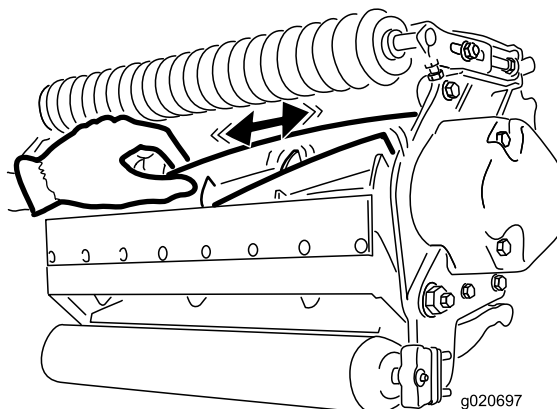

図 32
2. ボロ布を厚く巻くか丈夫なパッドのついた手袋をして、カッティングユニットの刃の部分をつかみ、リールを左右に揺すってガタがあるかどうかを調べる 図 32。